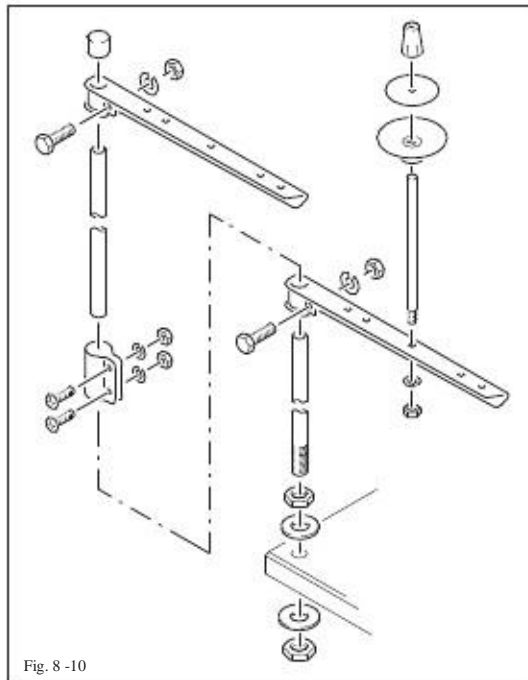

Fig. 8 -10
- Garnrollenständer gemäß Fig. 8 - 10 montieren.